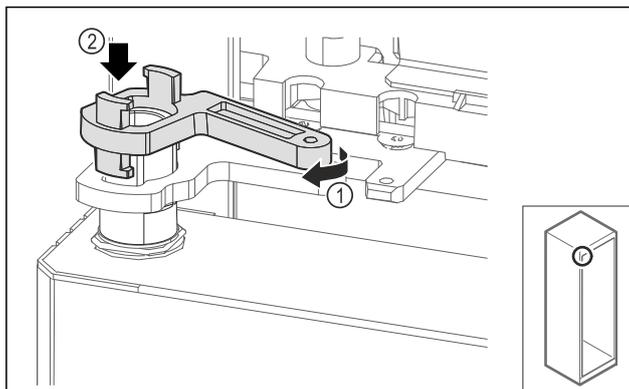

Fig. 70
- ▶ Ruotare leggermente il fissaggio del blocco di supporto Fig. 70 (1) e posizionarlo sul manicotto Fig. 70 (2).